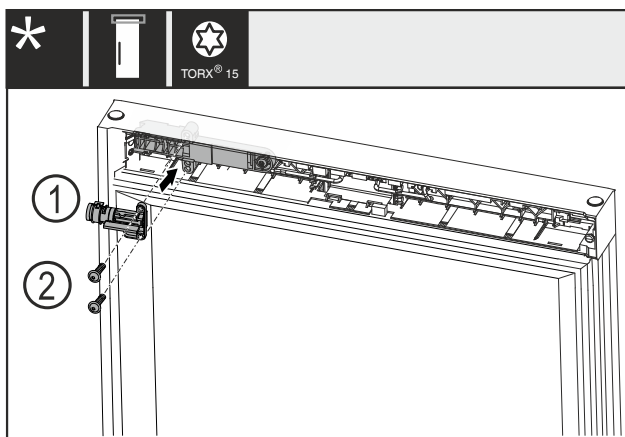

Fig. 14
- Ruotare la serratura meccanica Fig. 14 (1) di 180° e montarla sul lato opposto.
- Fissare la serratura meccanica Fig. 14 (1) con viti Fig. 14 (2).